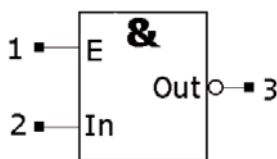
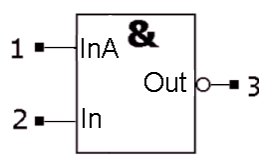

Рис. 7
Рис. 8
1. Командой Symbol > Save to File As сохранить символ на диске под именем **2AND-NOT**. Поменять местами выходы E и In (рис.7), после чего щелкнуть LB и, затем, – RB в центре вывода E. В меню выбрать строку Properties и далее в меню Pin Properties установить поле: DefaultPinName = InA и щелкнуть LB на кнопке OK – рис. 8.